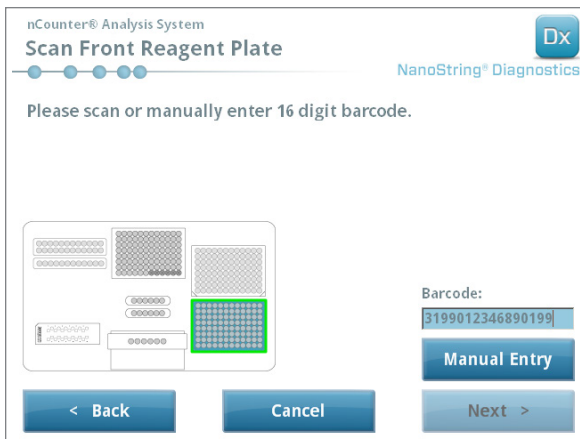

ABBILDUNG 5.10: Der Bildschirm „Scan Reagent Plate“ (Reagenzienplatte scannen)
- b. Entfernen Sie die transparenten Kunststoffdeckel und setzen Sie die Reagenzienplatten wie auf dem Bildschirm dargestellt auf das Deck (**ABBILDUNG 5.10**).